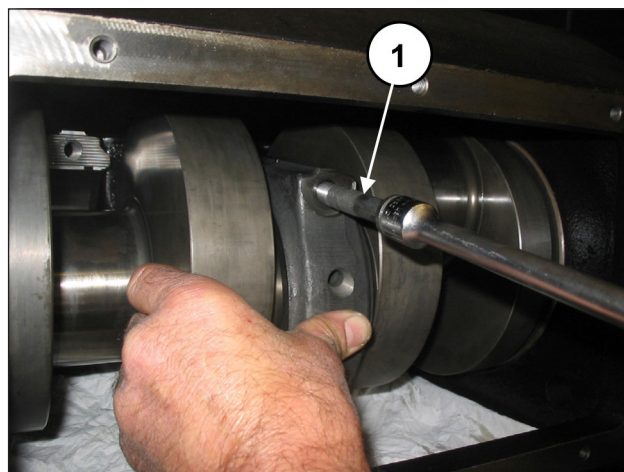

Fig. 59
Fijar los sombreretes a las semibielas con los tornillos M12x1.25x87 (pos. ①, Fig. 59).